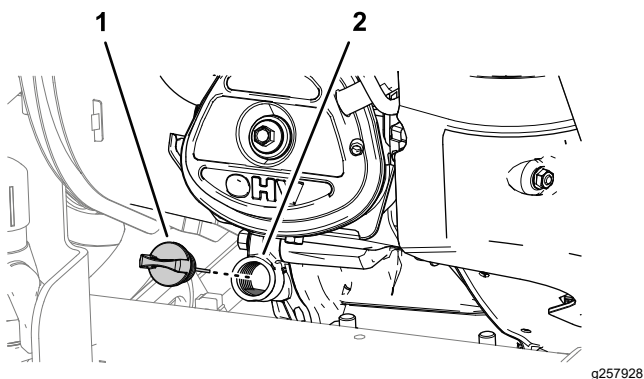

図 75
4. エンジンからディップスティックを抜きウェスで一度きれいに拭く(図 75)。
8. ディップスティックを取り付けて手締めする図 75。